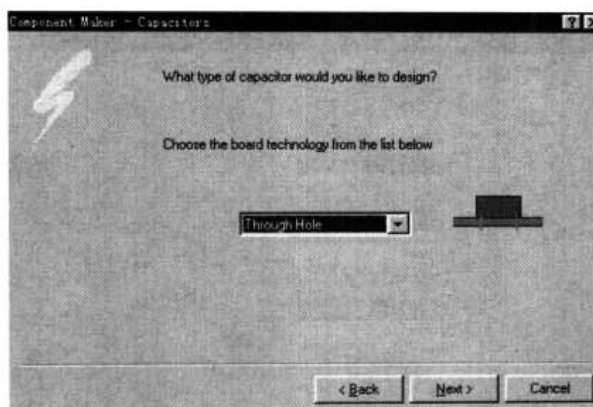

图 17-15 选择电容类型对话框
- (4) 单击 Next 按钮，进入电容类型选择对话框，如图 17-15 所示。系统将给出两种不同选择：一种为引脚穿过 PCB 板的电容；另一种为引脚不穿过 PCB 板的电容。这里选择的是引脚穿过 PCB 板的电容。